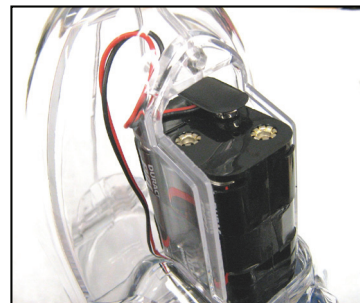

Figure 1
- 1) (figure 1) Le connecteur du câble de la batterie est de type 9V-type. Cependant, les piles 9V sont limitées pour l'Empire®. N'utilisez que 6 piles AA installées dans le support de la batterie fournie.